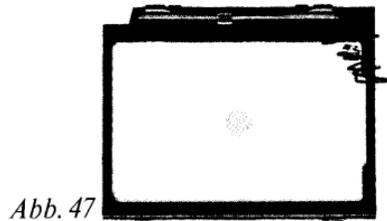

Abb. 47
- *Universal-Einstellscheibe mit Zylinderlinsen-Indikator, Mikroraster, Mattscheibe (Abb. 47). Zylinderlinsen-Indikator für hohe Einstellgenauigkeit bei senkrechten und horizontalen Linien, auch noch verwendbar bei Objektiven mit sehr geringer effektiver Öffnung bzw. beim Balgengerät. Mikroraster für schnelle, hohe Einstellgenauigkeit. Mattscheibe für normale Einstellgenauigkeit, auch verwendbar bei Objektiven mit sehr geringer effektiver Öffnung. Zur Motivgestaltung und Beurteilung der Schärfentiefe.*